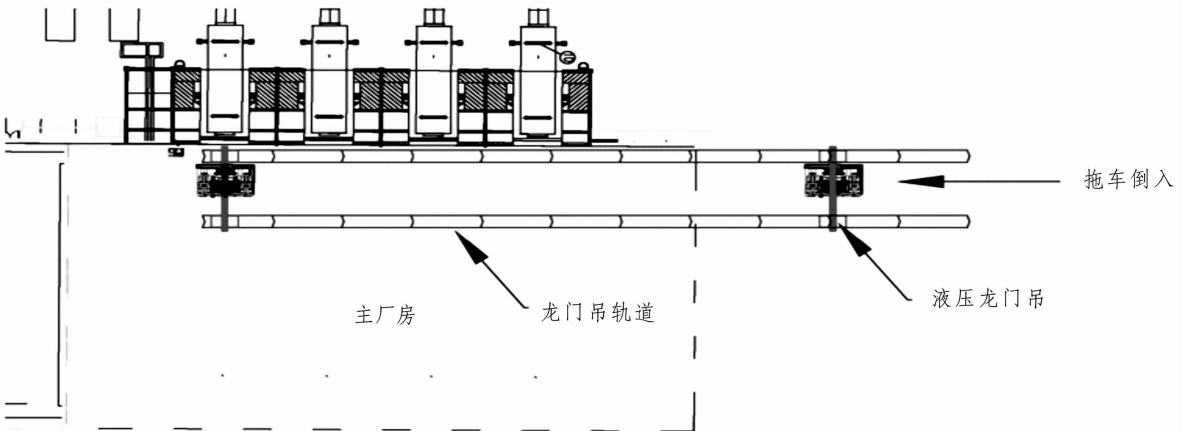

图2 二级涡轮增压器卸车安装
(1)布置好液压龙门吊的轨道(图 2),该轨道紧靠 +Y 方向厂房立柱,注意保证龙门吊能够通过。利用汽车吊在轨道上组装龙门吊。
(2)1#二级涡轮增压器到达工地后,按图 2 所示路线进场,拖车倒车至卸车位置。